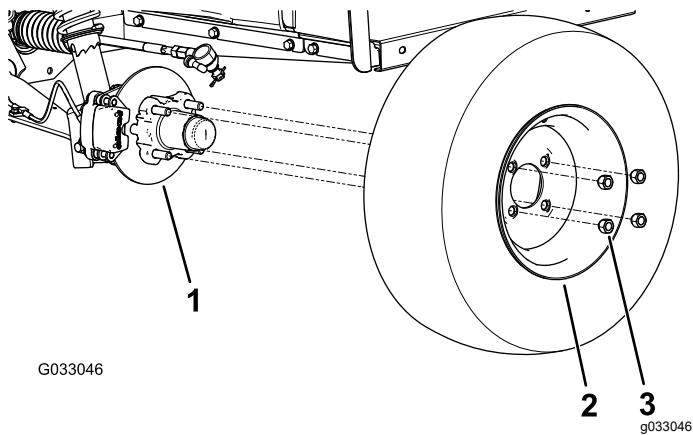

Bild 30
2. Nehmen Sie die vier Radmuttern ab, mit denen das Rad an der Radnabe befestigt ist (Bild 30).
4. Fluchten Sie die Löcher im Rad mit den Bolzen der Nabe aus und montieren das Rad so an der Nabe, dass das Reifenventil außen ist (Bild 30).
5. Befestigen Sie das Rad mit den Radmuttern an der Nabe (Bild 30).